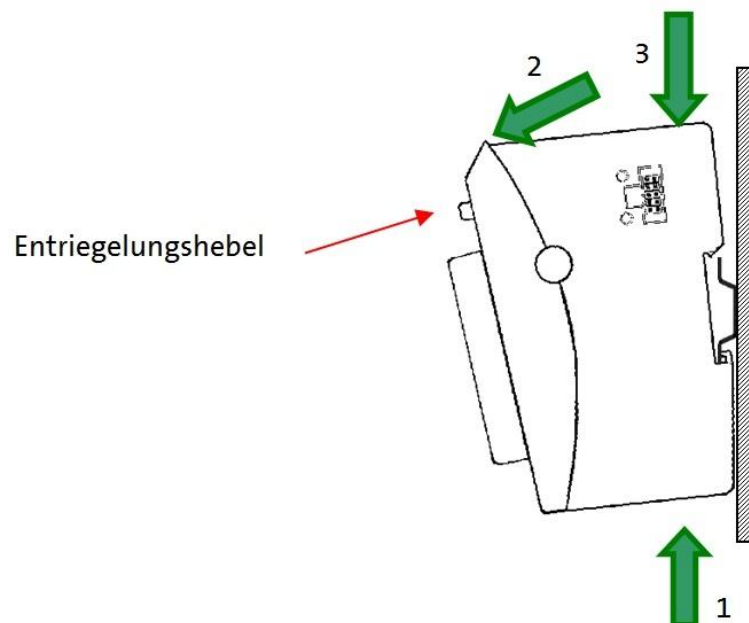

Abbildung 5: Demontage eines Moduls
- Drücken Sie den Entriegelungshebel (siehe Abbildung 5: Demontage eines Moduls) von dem Modul, das Sie vom links davon befindlichen Modul trennen wollen.